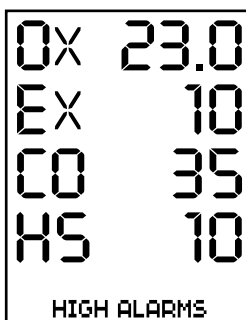

Fig. 8
El punto establecido de alarma alta para el sensor puede programarse al pulsar el botón *PEAKS/NO* mientras se despliega el punto de alarma alta durante el calentamiento (Fig. 8). Para saltarse este paso, pulse el botón *POWER/SELECT* o espere 5 segundos. Si la lectura del sensor excede este punto la alarma alta se activará. Para establecer los niveles de alarma, use los botones de flecha para ajustar el dígito y el botón *POWER/SELECT* para avanzar al siguiente dígito. Los rangos permitidos para el punto de alarma alta son: monóxido de carbono (CO) – 5 a 999 ppm, ácido sulfhídrico (HS) – 2 a 200 ppm, oxígeno (OX) – 21% a 25% v/v y gas combustible (EX) – 5% a 60% LEL. Si se ha establecido la contraseña de protección, se le solicitará introducir la contraseña para cambiar el punto establecido de alarma alta.